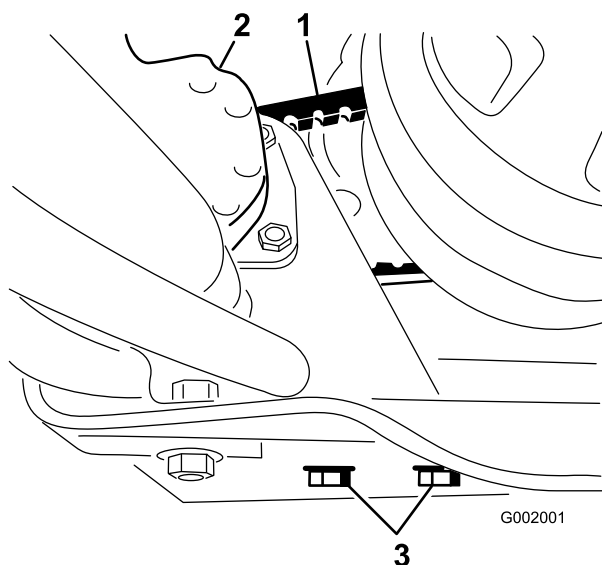

Figura 64
2. Afloje los pernos de montaje de la bomba de dirección (Figura 64).